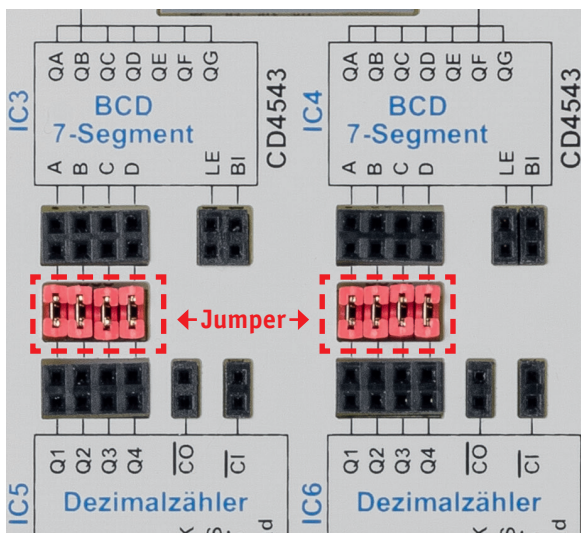

Bild 3: Mittels Jumper werden Zähler (CD4510) und Anzeigendecoder (CD4543) verbunden.
Beim Übergang von der Zählstufe 9 nach 0 wird ein Impuls am Ausgang Carry-out (CO) des CD4510 generiert, diesen nutzen wir, um den zweiten Zähler IC5 zu takten. Um die Zählerstände zur Anzeige bringen zu können, setzen wir die BCD-zu-7-Segment-Decoder ein. Dies geschieht mit IC3 und IC4 vom Typ CD4543. Diese Wandler setzen den BCD-Code der Zählerausgänge in einen Code für die 7-Segment-Anzeigen um, sodass wir die Zahl auf der LED-Anzeige ablesen können. Zu beachten ist hier, dass die Zählerausgänge (IC5 und IC6) mit den Eingängen der Decoder verbunden werden müssen. Dies geschieht über Jumper, wie sie in Bild 3 dargestellt sind.